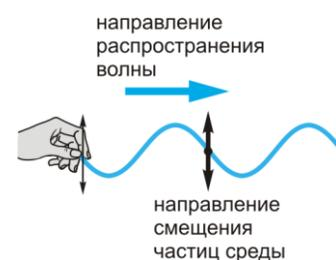

Рис. 1.
1. Поперечные волны – это волны, в которых колебания частиц происходят перпендикулярно направлению распространения волны (рис. 1). Когда мы говорим, что волна «бежит вдоль по шнуру», это означает, что каждая точка шнура совершает такое же колебание, какое мы заставили совершать левый конец шнура, но колебание каждой точки тем больше запаздывает (отстает по фазе), чем эта точка дальше от конца шнура.